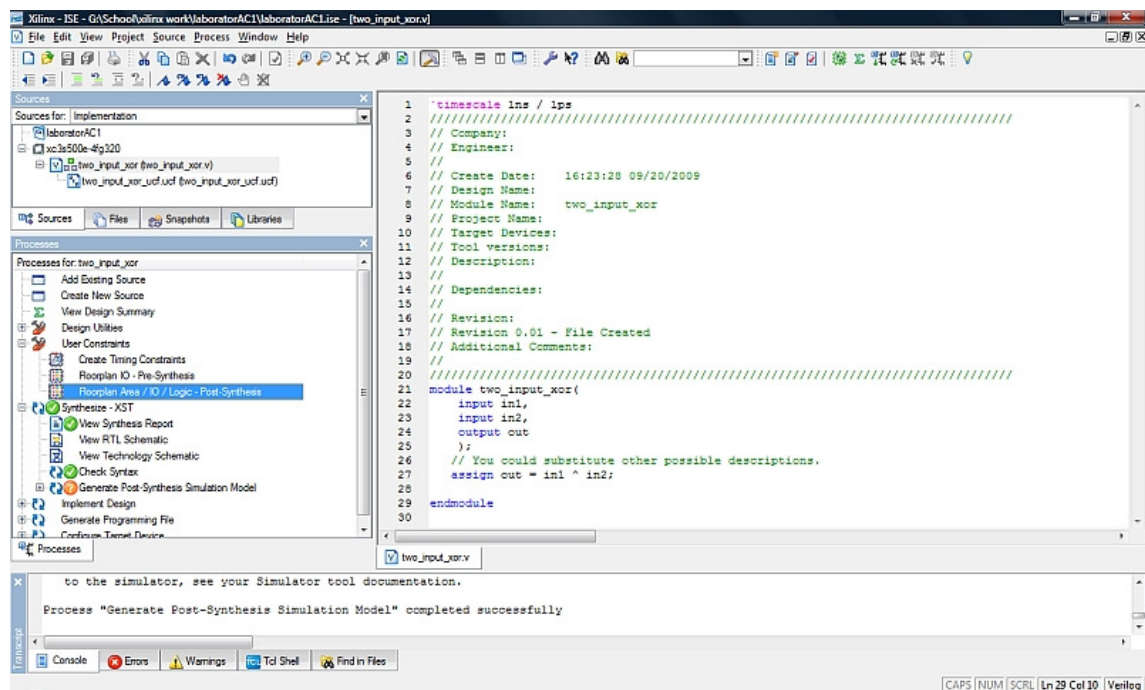

Figura 6.4
- Folosind sectiunea „User Constraints” din fereastra „Processes” se poate edita fisierul de constrangeri nou creat. In acest caz se urmareste atribuirea de pini fizici porturilor de intrare / iesire ai modulului proiectat. Pentru a deschide editorul „PACE” se face dublu-click pe „Floorplan Area/ IO/ Logic – Port – Synthesis” (Figura 6.4).